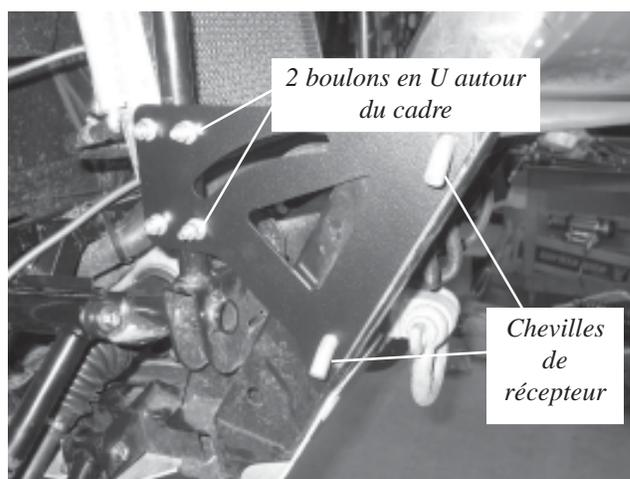

Figure 5
4. Fixez les pattes de cadre au cadre à l'aide de 4 boulons en U 5/16-18 x 1 - 1/8 po x 1 - 3/4 po, 8 rondelles plates 5/16 po, 8 rondelles de blocage 5/16 po et 8 écrous hex 5/16-18, tel qu'illustré à la figure 5. Alignez temporairement la patte de cadre au cadre à l'aide des chevilles de récepteur fournies et serrez les fixations de la patte de cadre au moyen d'une clé ou douille 1/2 po. (Évitez de trop serrer les fixations car le tube du cadre ou la patte de cadre pourrait se fausser).